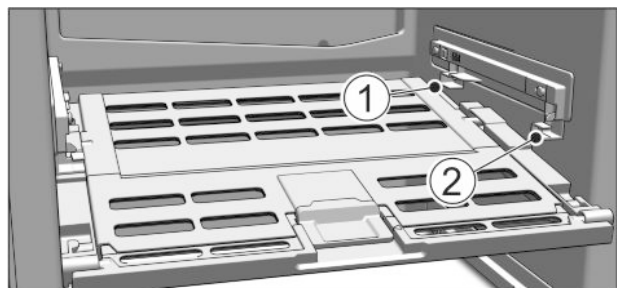

Fig. 16
▶ Установка крышки отделения с функцией для хранения овощей и фруктов Fruit & Vegetable-Safe: Вставить поперечные ребра крышки через низ в задний держатель Fig. 16 (1) и защелкнуть спереди на держателе Fig. 16 (2).